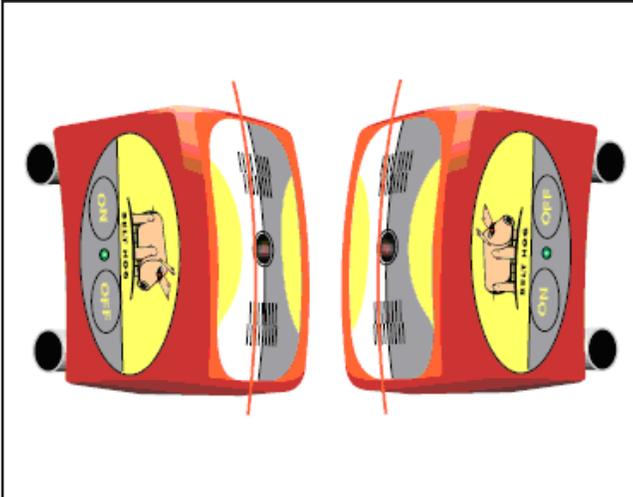

Figure B7 - Rayons projetés dans la même zone
- h. Déplacer le compresseur vers l'avant ou vers l'arrière du véhicule jusqu'à ce que le rayon laser soit projeté sur la ligne de repère centrale de l'échelle graduée. Voir Figure B7.